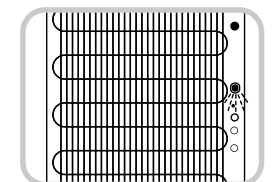

Fig.4
10. Gire en sentido contrario a las manijas del reloj la tapa de drenaje para abrirla y drene el agua de los tanques. No incline la unidad para drenar el agua. (Fig. 4) CUIDADO: Puede salir agua caliente del drenaje.